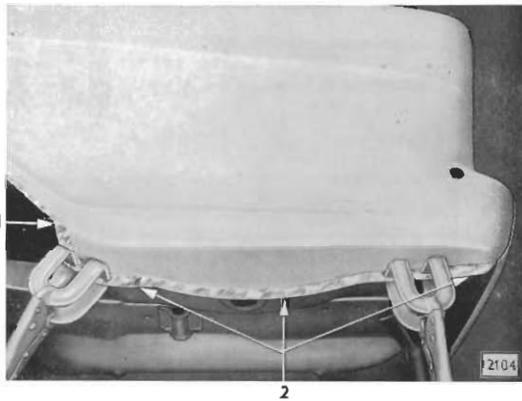

Bild 110 - Unterer Seitenwandflansch liegt am Bodenblechseitenteil
- 7 Seitenwand an Bodenblechseitenteil (siehe auch Bild 110)